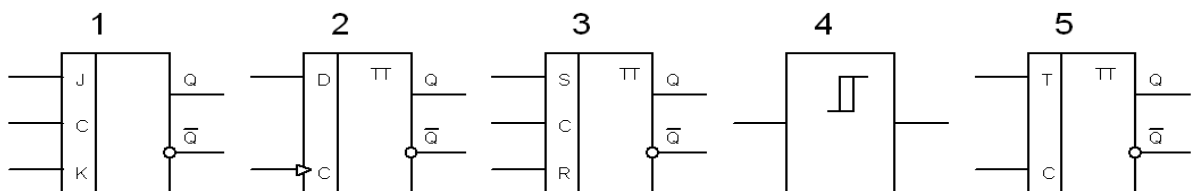

Рис.16
Вопрос 45. Какой из элементов на рис.16 не имеет внутренней памяти?
Вопрос 46. Под каким номером на рис.16 приведено обозначение счетного триггера ?
Д) под номером 4. Е) такого элемента на рис.16 нет.
Вопрос 47. Под каким номером на рис.16 приведено обозначение RS - триггера ?
Вопрос 48. Под каким номером на рис.16 приведено обозначение D - триггера ?
**Вопрос 49.** Под каким номером на рис.16 приведено обозначение JK - триггера ?